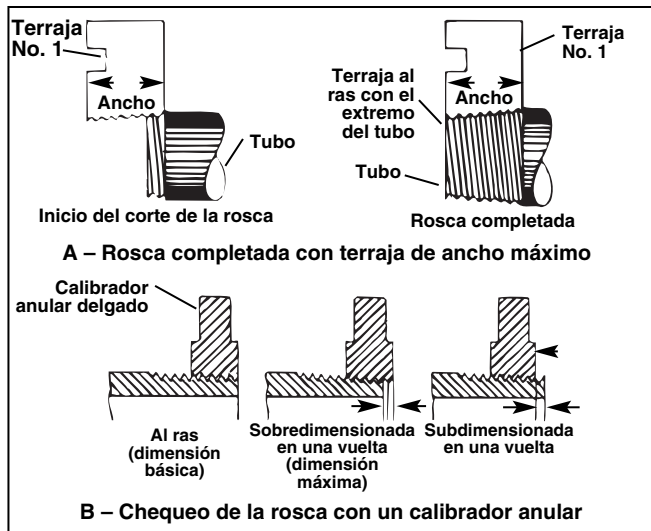

Figura 14 – Chequeo del tamaño de la rosca
8. Observe si el extremo del tubo se alinea con el borde trasero de la terraja No. 1 (*vea la Figura 14*). Si ocurre esto, abra la palanca de desenganche del cabezal de terrajas. Mantenga sus manos y ropa apartadas del tubo y de las piezas móviles. Esta acción repliega las terrajas y detiene el proceso de roscado. Vigile que el carro no golpee la máquina.
- Observe en qué medida se asoma el extremo del tubo más allá del calibrador anular. El extremo del tubo debe quedar al ras con el borde del calibrador más/menos una vuelta. Si la rosca no mide lo que corresponde, corte el tubo eliminando la rosca, ajuste el cabezal de terrajas y corte otra rosca. El uso de una rosca que no cumple con la medición correcta puede causar fugas. *Vea la Figura 14*.